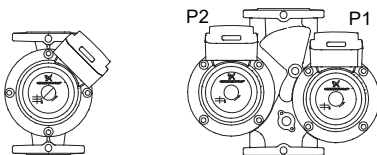

Рис. 3 Стандартні положення
- Рисунок 3: Позмінний режим роботи.